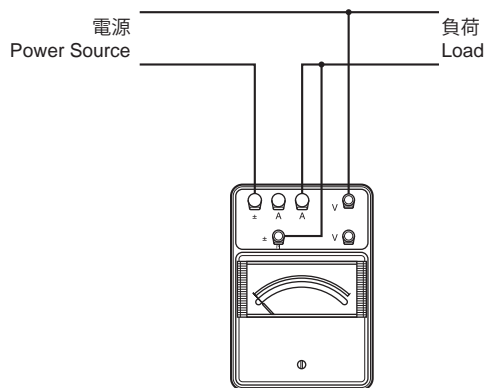
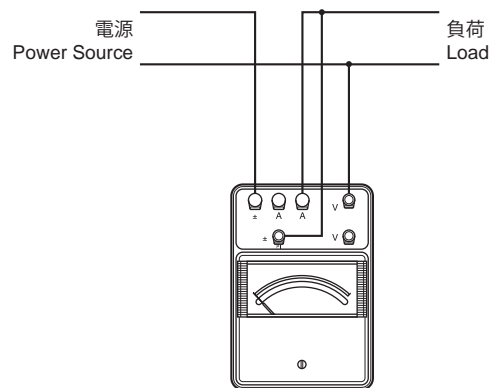

Fig. 2-1
Fig. 2-2
(1) 単相および直流電力測定
- Fig. 2-1 のように電圧端子の“±”端子を負荷側にして、電圧端子の“±”と電流端子の“A”を結線します。
- 直流電力測定の場合、外部磁界の影響を極力さけるため Fig. 2-1 の結線で測定した電力と Fig. 2-2 の結線で測定した場合の電力との平均値を測定電力（負荷電力）として求めます。
- As shown in Figure 2-1, connect between the voltage terminal “±” and the current terminal “A” while making sure the voltage terminal is connected to the load side.
- To minimize the external magnetic field influence on the DC power measurement, use the mean value of the power levels measured when the terminals are connected as shown in Figure 2-1 or 2-2.